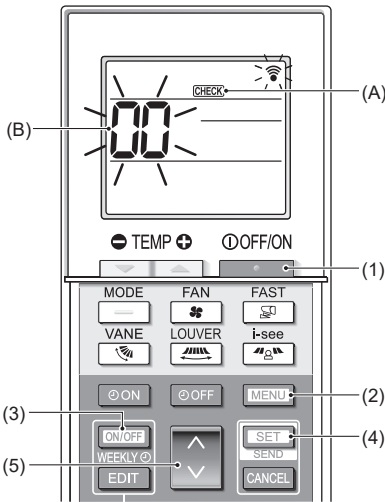

Fig. 7-6
7.3.2. Per il regolatore a distanza senza fili (Fig. 7-6)
- Premere il pulsante (1) per arrestare il condizionatore d'aria.
- Se il timer settimanale è attivo (WEEKLY è acceso), premere il pulsante (3) per disattivarlo (WEEKLY è spento).
- Premere il pulsante (2) per 5 secondi.
- CHECK (A) si accende e l'unità entra in modalità di controllo automatico.
- Premere il pulsante (5) per selezionare l'indirizzo del refrigerante (indirizzo M-NET) (B) dell'unità interna per la quale si desidera eseguire il controllo automatico.
- Premere il pulsante (4).
- Premere il pulsante (1).
- CHECK (A) e l'indirizzo del refrigerante (indirizzo M-NET) (B) si spengono e il controllo automatico è completato.